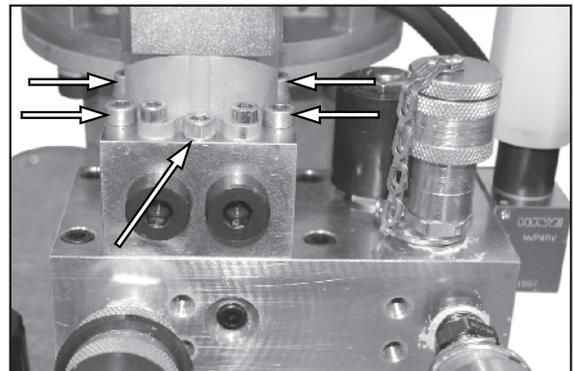

Figure 44.
2. Voir Figure 44. Desserrez les boulons de la vanne à 2 positions / 4 voies. Les boulons sont capturés et font partie de l'assemblage.